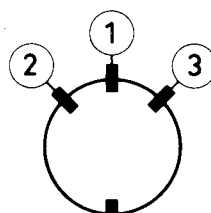

Fig. 5c
5. Keil ④ anbringen (siehe Abb.5c oder 6c) und das Leimstück fest andrücken.